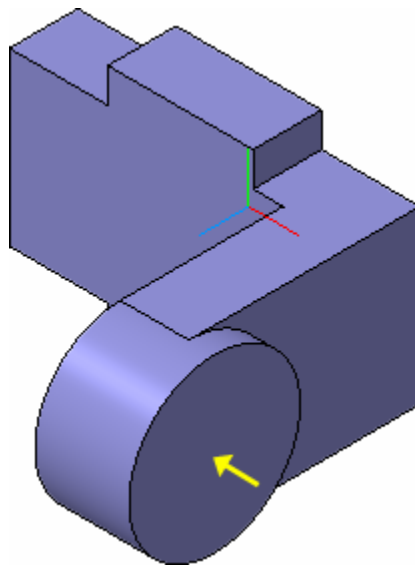

Рисунок 30.
- Нажмите кнопку **Создать объект**  на **Панели специального управления** (рис. 30).